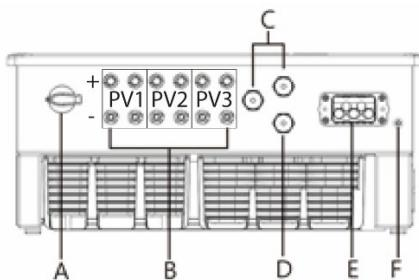

Fig. 8.2: Anslutningssida: Bildtext
- 2 Sätt i DC-stickkontakterna parvis i anslutningskontakt för DC-plus och DC-minus (se fig. 8.2.)